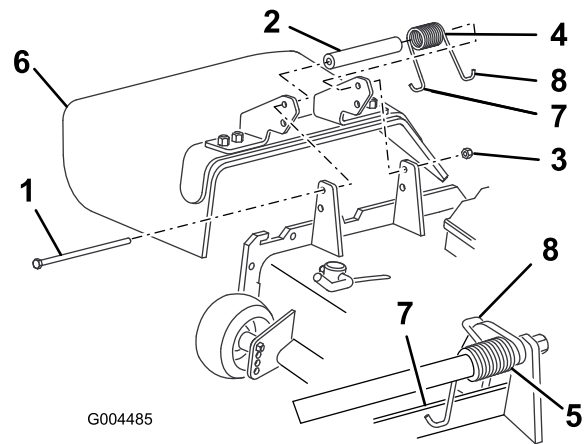

Bild 25
2. Entfernen Sie die Sicherungsmutter, Schraube, Feder und das Distanzstück, mit denen das Ablenkblech an den Drehhalterungen befestigt ist (Bild 25). Entfernen Sie defekte oder abgenutzte Ablenkbleche.
3. Legen Sie das Distanzstück und die Feder zwischen die Halterungen des Ersatzablenkbleches (Bild 25). Setzen Sie das linke J-Hakenende der Feder hinter die Kante des Mähwerks.
Hinweis: Stellen Sie sicher, dass sich das linke J-Hakenende der Feder hinter der Mähwerkkannte befindet, bevor Sie die Schraube einführen, siehe Bild 25.
4. Setzen Sie die Schraube und Mutter ein. Führen Sie das rechte J-Hakenende der Feder um das Ablenkblech (Bild 25).